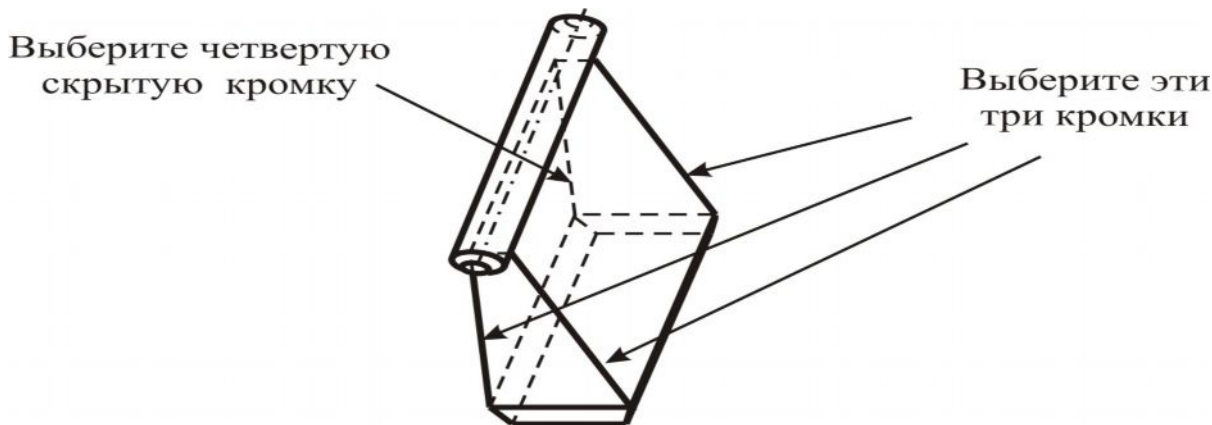

Рис.32. Выбор привязок для переменного скругления
5. Выберите три видимых и одну скрытую вертикальные кромки, как показано на следующем рисунке (рис.32.).